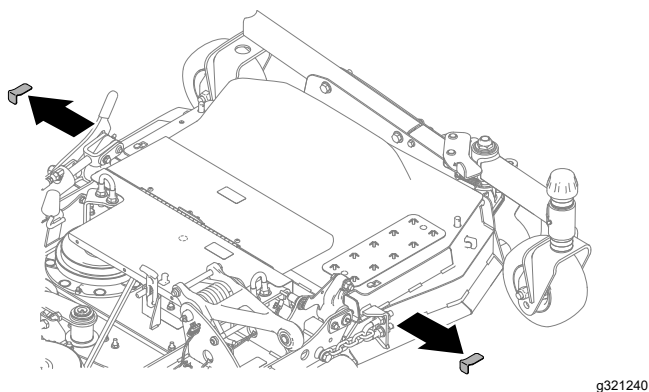

Рисунок 39
6. Удалите регулировочные прокладки или толщиномеры (Рисунок 39).